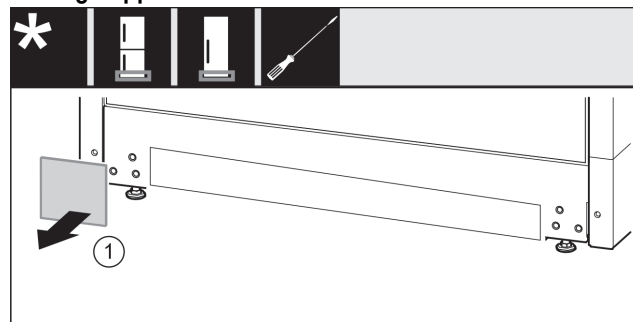

Fig. 17
- Rimuovere la copertura Fig. 17 (1).